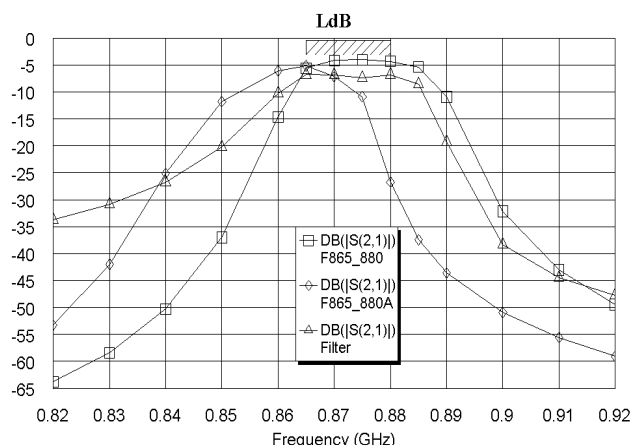
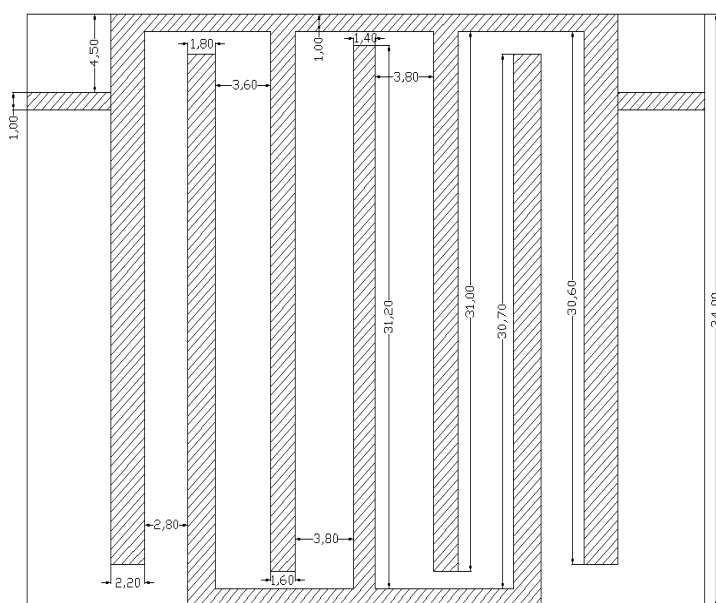

Рис. 3.149
Рис. 3.150
9. Удалите предыдущую структуру **F865_880**, создайте копию оставшейся структуры **F865_880A** и переименуйте её в прежнее имя **F865_880**. Укоротим длину резонаторов. Дважды щёлкая по резонаторам, укоротите первый и последний резонаторы на 0,8 мм, второй и шестой – на 0,7 мм, третий и пятый на 0,4 мм и четвёртый на 0,2 мм. Сделайте активным окно графика и щёлкните по значку **Analyze** на панели инструментов. График показан на рис. 3.149, его уже можно считать удовлетворительным. Смоделированная топология фильтра показана на рис. 3.150, а расчёт-